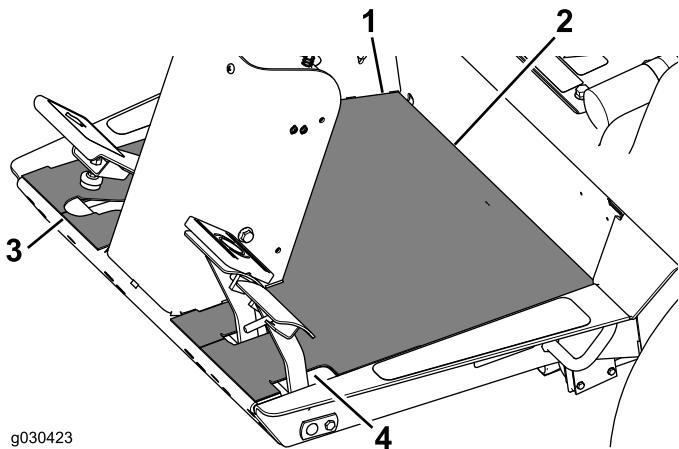

Figura 26
4. Alinhe a extremidade posterior do rastro do piso na extremidade onde a plataforma do operador se junta à placa de apoio (Figura 26).